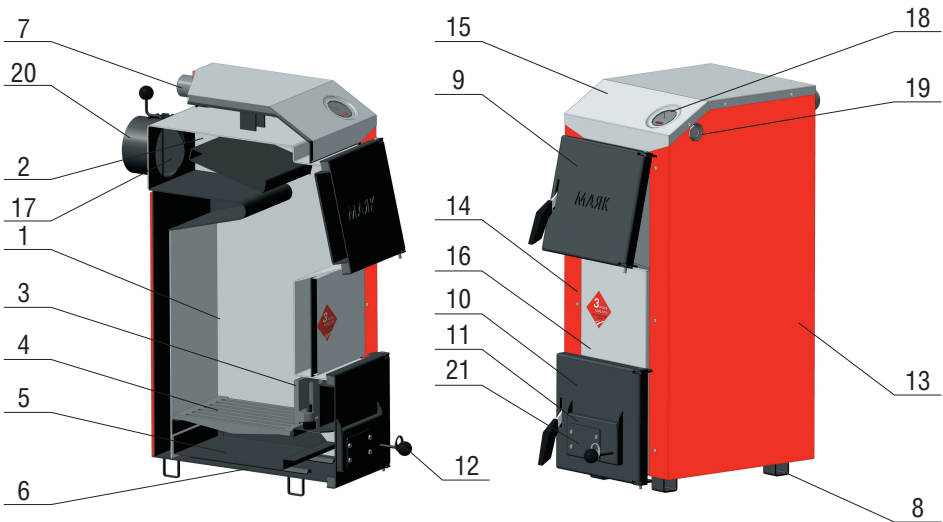

Рисунок 1. Котел опалювальний
Другу кінцівку ланцюжка просунути через отвір зачіпа на заслінці поз.11 (рис.1) та закріпити гачком за ланку ланцюжка. Перевірити можливість вільного руху важеля при повороті ручки управління (рисунок 8).
7.1.2. Коли розпалювальний матеріал розгориться, почати завантаження палива через завантажувальні дверцята. Щоб запобігти спіканню вугілля рекомендується спочатку нагріти воду у котлі до температури приблизно 60°C, використовуючи у якості палива дрова, після чого почати завантаження вугілля. Розмір окремих фракцій вугілля повинен складати не менше 25 мм. Поступово й рівномірно завантажити вугілля в кількості, достатній для утворення шару висотою приблизно 150 мм, після чого завантаження припинити на термін 15-20 хвилин для займання палива. Після завантаження закрити завантажувальні дверцята, заслінку на шурувальних дверцятах відкрити за допомогою ручки регулювання доступу повітря (поз.12, рисунок 1).
7.1.4. Регулювання температури води у котлі проводиться за допомогою шибера (поз.17, рисунок 1) та заслінки (поз.11, рисунок 1). Для збільшення температури необхідно відкрити шибер та заслінку, для зменшення — повністю або частково закрити шибер та заслінку.
При обладнанні котла регулятором тяги Regulus RT3 або Honeywell FR124 регулювання температури води проводиться за допомогою шибера (поз.17, рисунок 1) та регулятора тяги. Для збільшення температури необхідно відкрити шибер та встановити ручку управління регулятора на позначку більш високої температури, для зменшення — повністю або частково закрити шибер та встановити ручку управління регулятора на позначку нижчої температури.
При обладнанні котла електронним регулятором роботи та вентилятором після розпалу котла закрити шурувальні дверцята поз. 10 (рисунок 1), після чого включити регулятор та встановити потрібні настройки згідно з настановою з експлуатації. При роботі котла дверцята повинні бути закриті.
Щоб запобігти викиду полум'я та опікам, забороняється відкривати завантажувальні дверцята (поз. 9, рисунок 1) під час роботи вентилятора!
7.2.1. Для припинення роботи котла повністю закрити заслінку (поз. 11, рисунок 1) та шибер (поз. 17 рисунок 1). При цьому припиняється подача повітря у топку і паливо поступово загасає.
При обладнанні котла електронним регулятором тяги встановити ручку управління регулятора на позначку «0» та повністю закрити шибер (поз.17 рисунок 1).